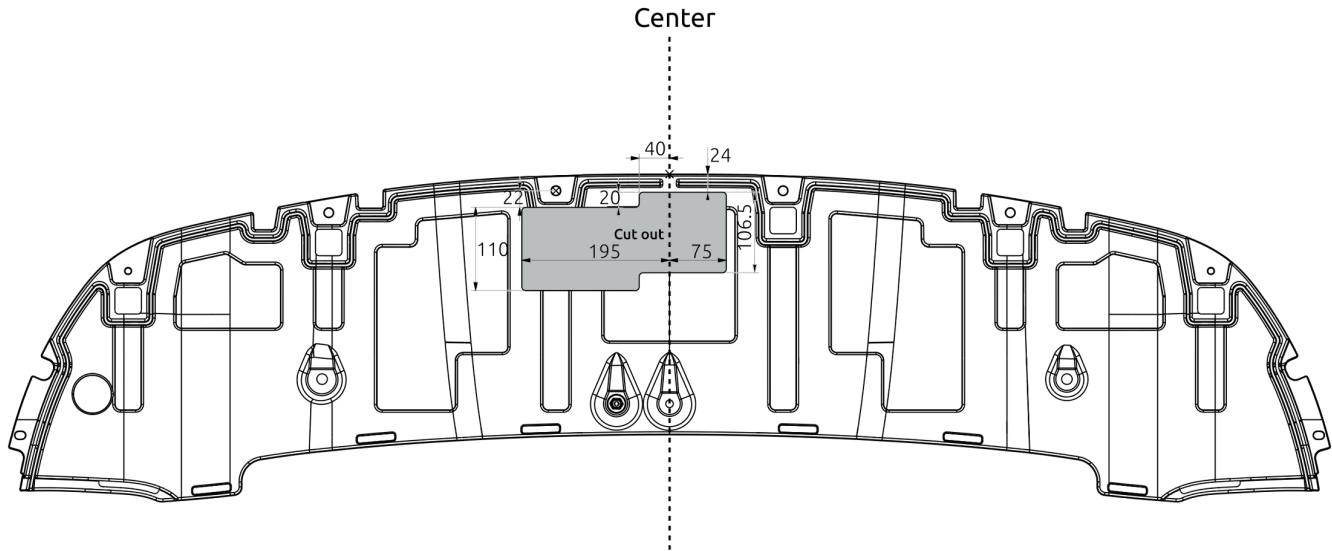

Fig. 4
8. Kia EV9: Выпилить обозначенную часть, как указано на рис. 4.